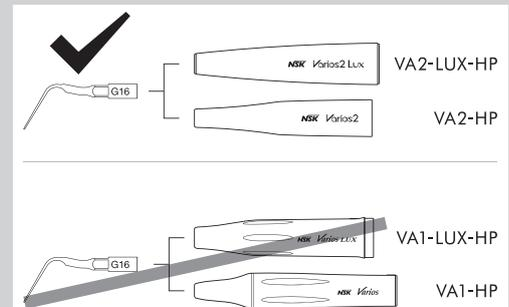

Fig. 17
- Ne connectez pas l'insert G16 fourni à une pièce à main autre que la Varios2 (VA2-LUX-HP / VA2-HP). Cela peut provoquer une cassure de l'insert ou des rayures sur la surface dentaire ou prothétique etc, en raison d'une augmentation de l'amplitude des vibrations (Fig. 17).